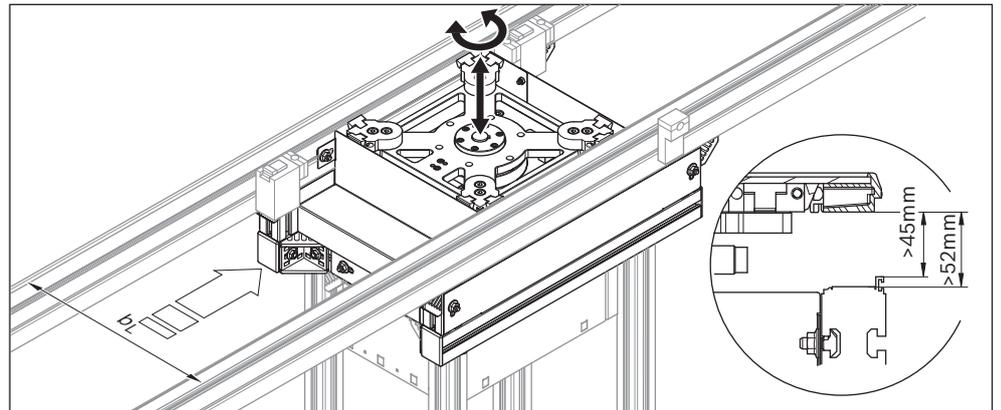

Abb. 1: Leistungsbeschreibung Hub-Dreheinheit HD 2/H
- Ausheben aus der Strecke (>45 mm über Transportniveau, siehe Abb. 1, Detail X) und Drehen (90° / 180°) von Werkstückträgern WT 2.